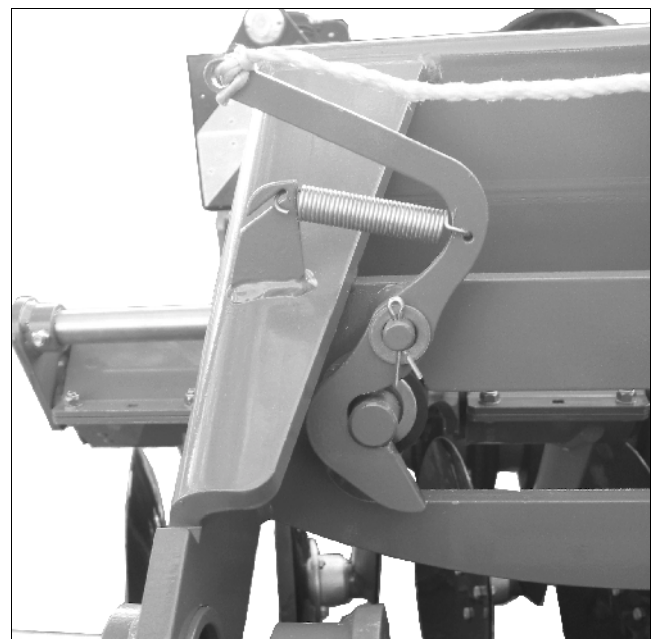

Fig. 9
- **Catros 3001** und **4001**: Auf dem Feld das Gerät ein Stück rückwärts fahren bis sich die Scheibenreihen in Transportstellung verriegeln! (Fig. 9 - Verriegelungsstellung).